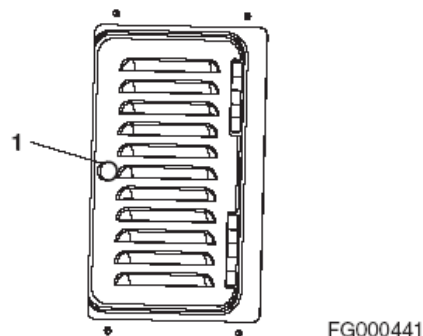

Рис. 80
2. Открыть крышку, открутив ручку (1, рис. 80), расположенную сзади в кабине.